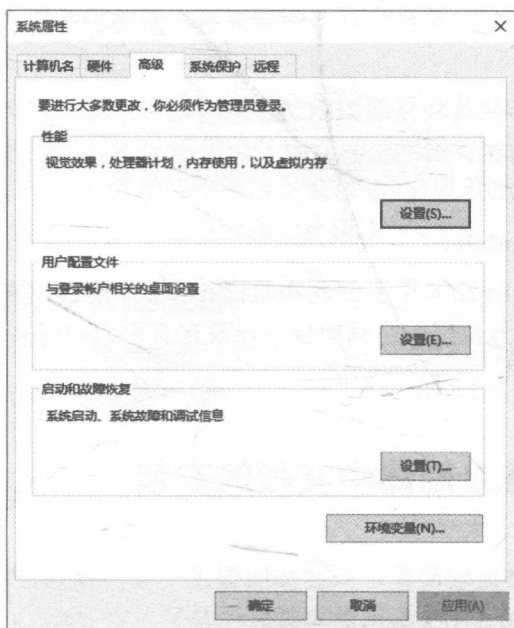

图1-2 【系统属性】对话框
Step02 在弹出的【系统】对话框中单击  高级系统设置 选项，此时系统弹出【系统属性】对话框，如图1-2所示。